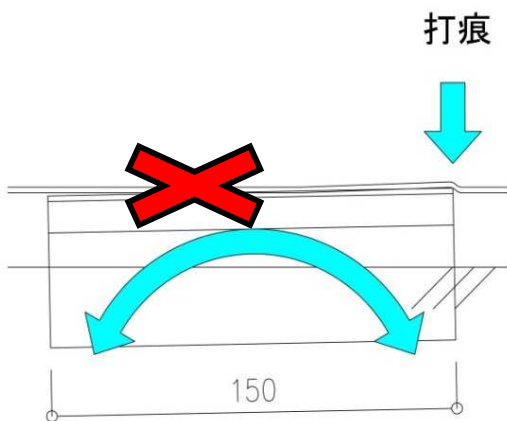

図4-1
- ・ブラケット同士のレベルと同時にブラケット自体の短手方向の水平も必ず取ってください。水平ではない場合、笠木表面に打痕が出る場合があります。（図4-1参照）